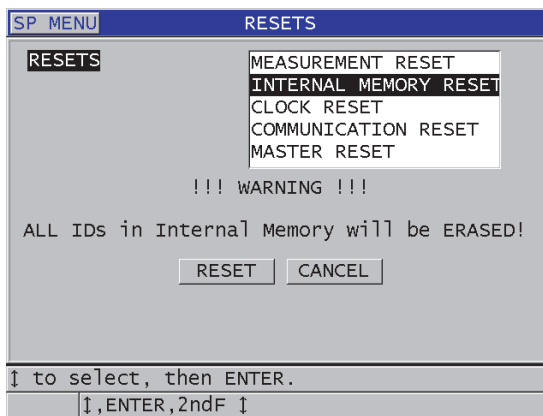

Figura 11-22 Mensaje de advertencia al reinicializar las mediciones
3. En la pantalla **REINICIOS** (RESETS) [ver Figura 11-22 en la página 223]: